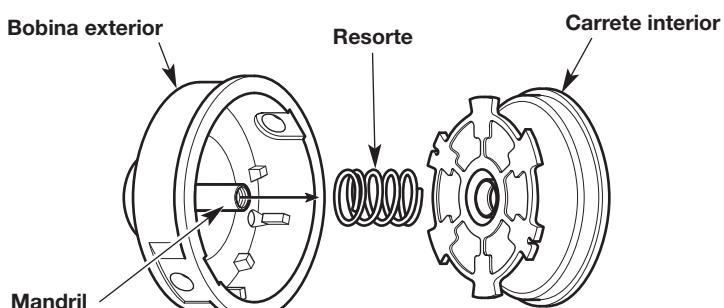

Fig. 27
**NOTA:** La bobina exterior (Fig. 27) permanecerá conectada a la unidad.
3. Retire el carrete interior de la bobina exterior (Fig. 27).
4. Retire el resorte del carrete interior (Fig. 27).